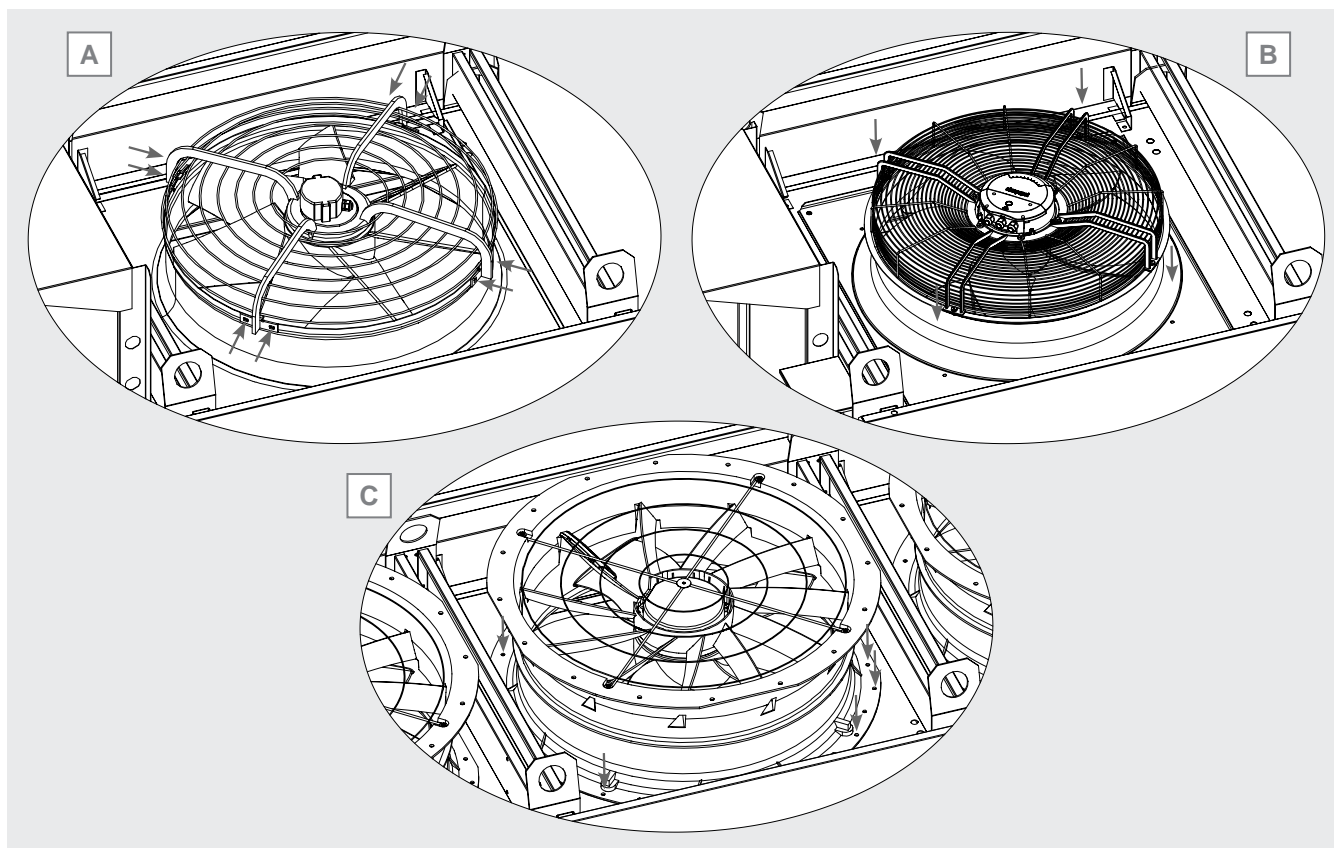

Figura 35
- motoventilatore ad attacco radiale: la griglia del motoventilatore viene fissata al boccaglio installato sul modello mediante viti fissate radialmente. Si veda la Figura 35 A.
- motoventilatore ad attacco planare: la griglia del motoventilatore viene fissata al bocchaglio installato sul modello mediante viti fissate verticalmente su una flangia. Si veda la Figura 35 B.
- motoventilatore con bocchaglio integrato: il motoventilatore è integrato in un bocchaglio che viene fissato direttamente sul convogliatore del modello. Si veda la Figura 35 C.
- motoventilatore ad attacco radiale e planare: individuare le viti che fissano la griglia del motoventilatore al bocchaglio e rimuoverle completamente. Conservarle in luogo idoneo. Si veda la Figura 35 A e B.
- motoventilatore con bocchaglio integrato: individuare le viti che fissano il bocchaglio al convogliatore e rimuoverle completamente. Conservarle in luogo idoneo. Si veda la Figura 35 C.